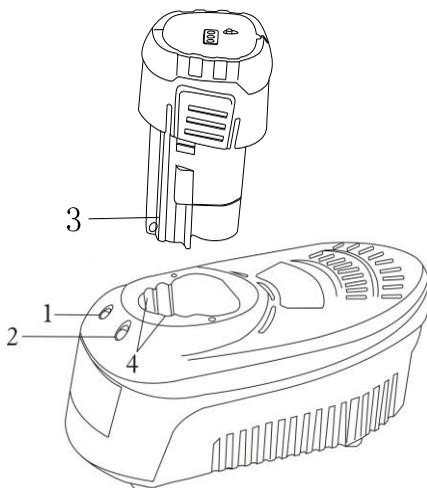

Рис.3
1. Включите зарядное устройство в сеть. Зеленый индикатор (2) загорится.( Рис..3)
2. Вставьте аккумулятор в зарядное устройство. Красный индикатор (1) начнет мигать через 3-5 секунд. Это означает, что аккумулятор начал заряжаться. По истечении 35 минут красный индикатор потухнет и начнет мигать зеленый индикатор (2). Это означает, что аккумулятор почти заряжен. Через 15 минут зеленый индикатор перестанет мигать и загорится. Это означает, что аккумулятор полностью заряжен.